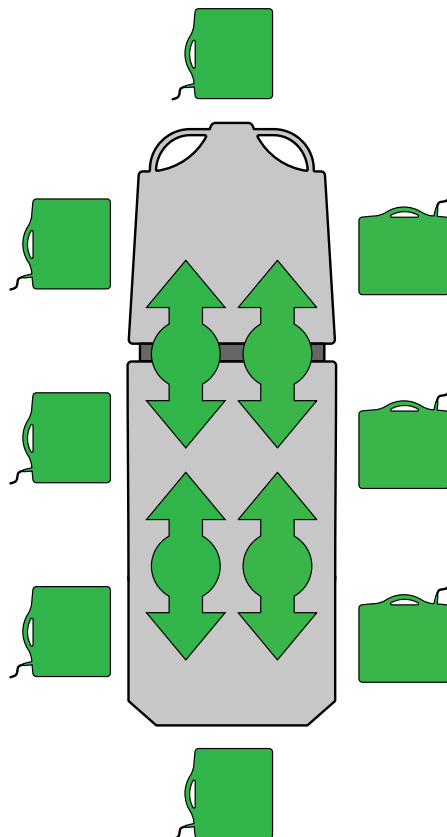

**Рисунок 21 – Заправка или извлечение рентгеновских кассет**
1. Поместите пациента в центр изделия, руководствуясь наклейками, указывающими положение, расположенными по всем сторонам изделия (Рисунок 21).